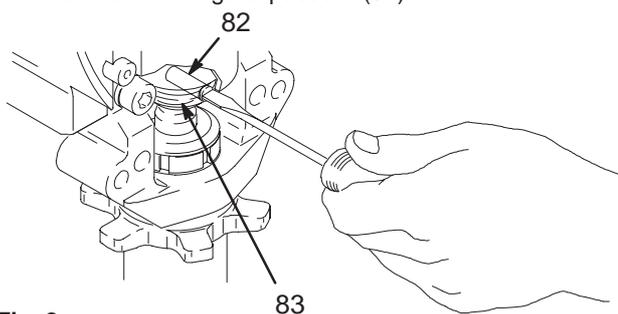

Fig. 2 7675B
3. Desenrosque el tubo de aspiración (27) de la bomba, sujetando con una llave la válvula de admisión (A) para evitar que la bomba se afloje.
4. Desconecte la manguera de salida de la bomba (25) del racor de salida de la base de bomba (107).
5. Fig. 2. Empuje con un destornillador el resorte de retención (83) para sacarlo por la parte superior de la bomba. Extraiga el pasador (82).